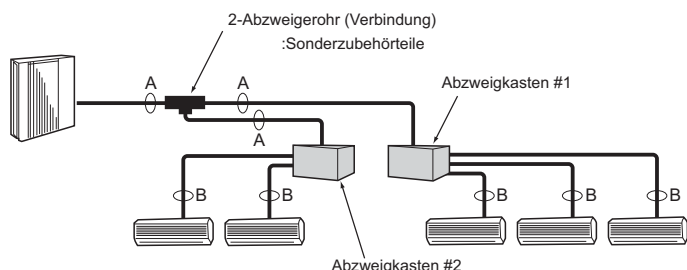

Fig. 5-3
5.4. Wahl der Röhrgröße (Fig. 5-3)